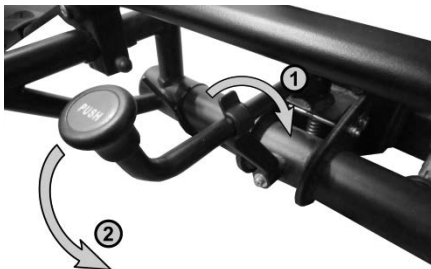

Bild 18: Abklappmechanismus
Um den Kofferraum zu öffnen bzw. besser zu erreichen, wenn Fahrräder auf dem Träger montiert sind, können Sie den Fahrradträger abklappen. Dazu müssen Sie zuerst den Sicherungsbügel ① des Abklappmechanismus zur Seite drehen (Bild 18). Halten Sie unbedingt mit einer Hand den U-Bügel oder die Fahrräder fest, (Verletzungsgefahr durch plötzliches nach hinten Herunterklappen des Trägers mit den Fahrrädern) mit der anderen Hand drücken Sie den Entriegelungshebel ② des Abklappmechanismus nach unten. Nun können Sie den Träger abklappen.